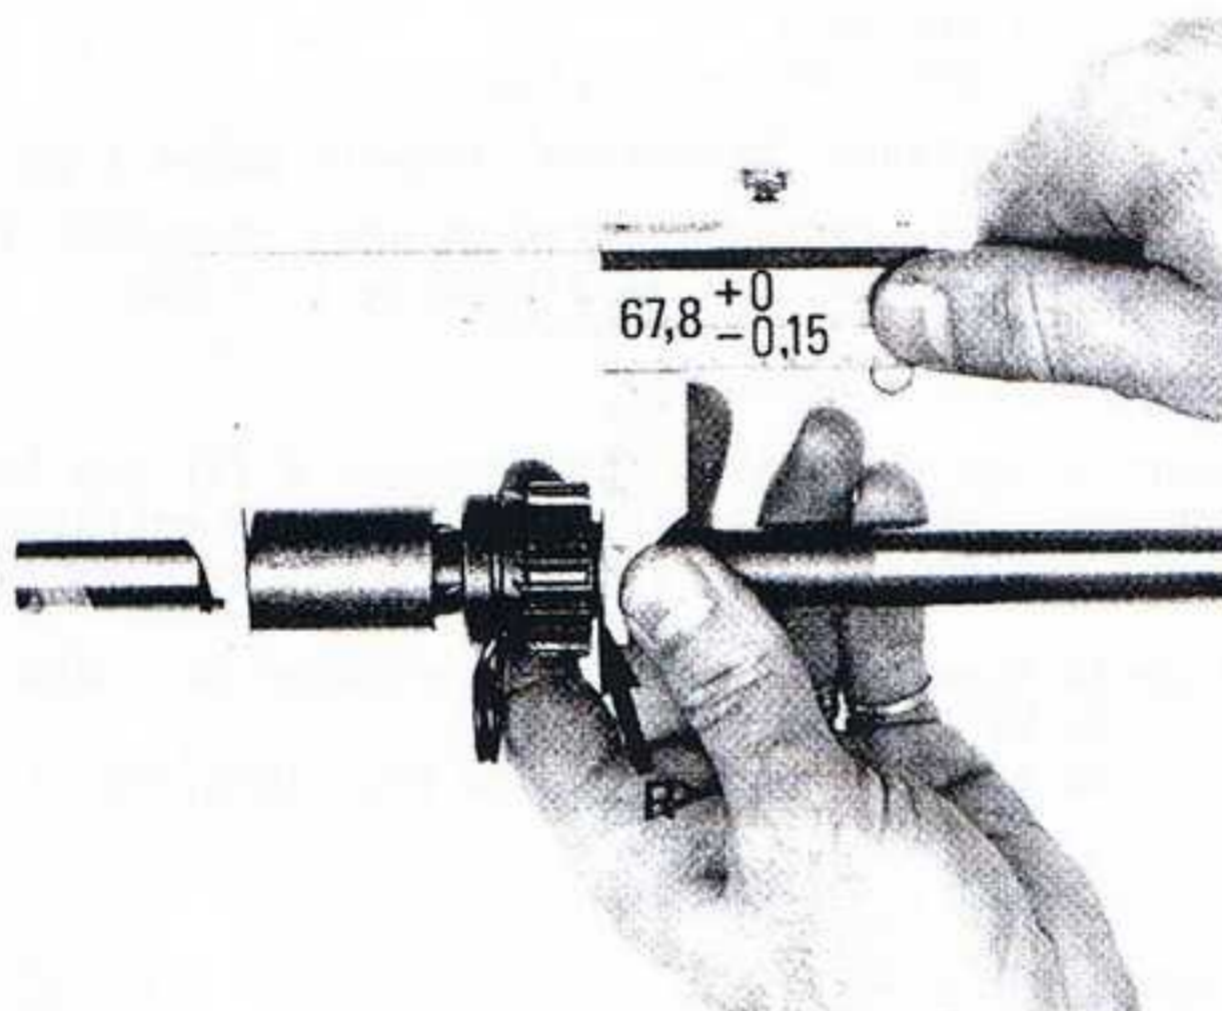

fig. 53
- Placer, du côté perçage pour la goupille de manivelle, une rondelle (R) 16,2x25, dont l'épaisseur sera à déterminer afin d'obtenir la cote de $67,8 \begin{matrix} +0 \\ -0,15 \end{matrix}$ comme indiqué ci-dessus (fig. 53). (Épaisseur des rondelles à choisir entre 0,2 et 0,8).